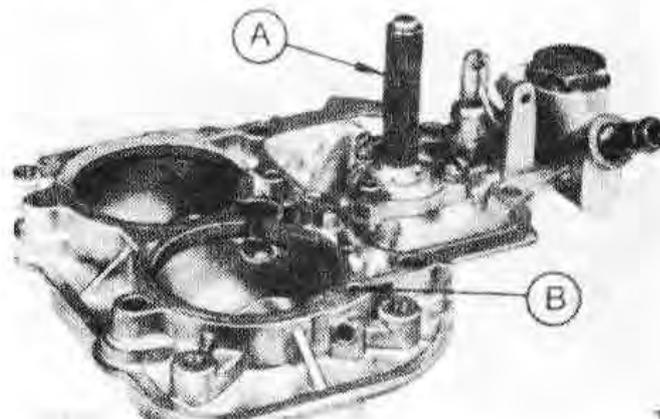

Рис.3.61. Клапан экономайзера (А) и воздухопровод (В) (Разд.26)
18. Вверните три винта, крепящих диафрагму экономайзера, затем установите возвратную пружину на место в сжатом состоянии так, чтобы диафрагма не деформировалась. Затяните крепежные винты и отпустите возвратную пружину (Рис.3.61).